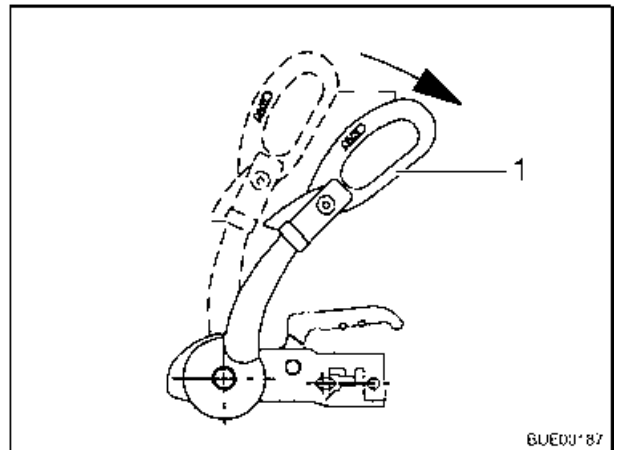

Bild 108 Stabilisierungsgriff
- Stabilisierungsgriff (Bild 108,1) öffnen.